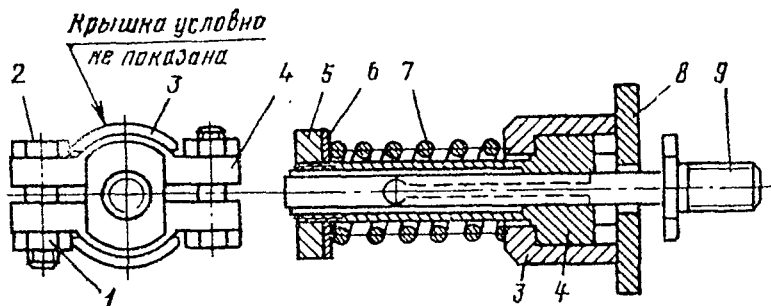

Рис. 5.10. Узел растормаживания КТ 94-290:
6. Осмотрите узел растормаживания (рис. 5.10). При наличии поломки пружин 7, зажима 4, стержня 9 замените узел растормаживания в сборе.